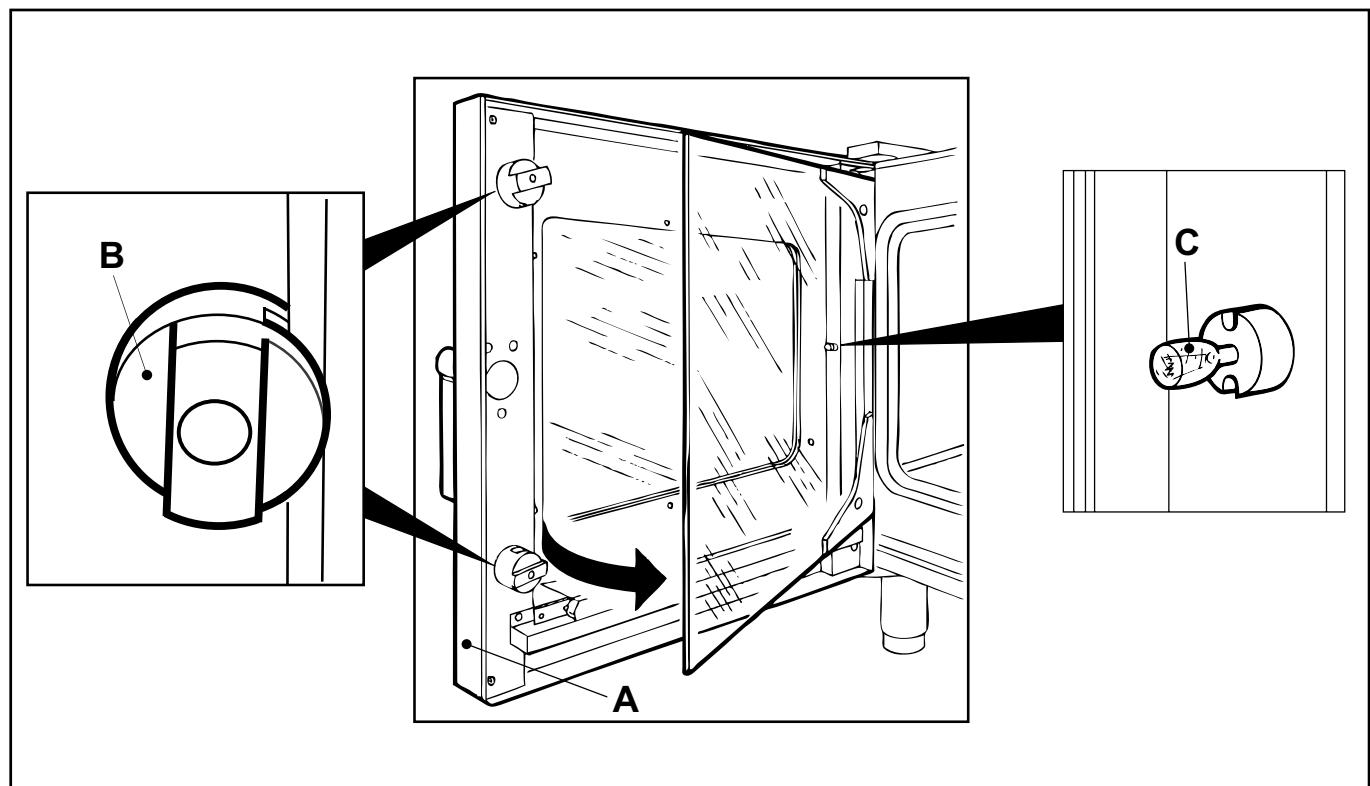

fig. 9
- Aprire la porta del forno (**A** - fig. 9).
- Ruotare i fermi in plastica (**B** - fig. 9) di bloccaggio del vetro interno ed aprirlo a libro.
- Sostituire la lampadina (**C** - fig. 9).